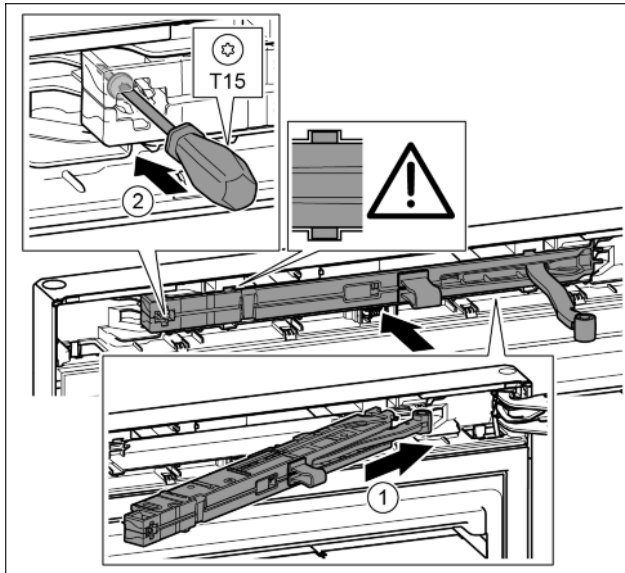

Fig. 22
- ▶ A csapágybak oldaláról ferdén, ütközésig tolja be a záráscsillapító egységet a mélyedésbe. Fig. 22 (1)
- ▶ Húzza meg a csavart egy T15 csavarhúzóval. Fig. 22 (2)